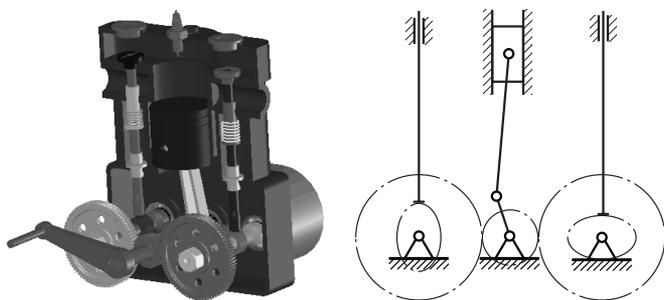

图 3.2 内燃机结构简图
(1) 项目描述
根据提供的内燃机结构三维图、挂图等信息, (1) 分析其包含哪几种运动副; (2) 绘制其机构运动简图 (图 3.2)。